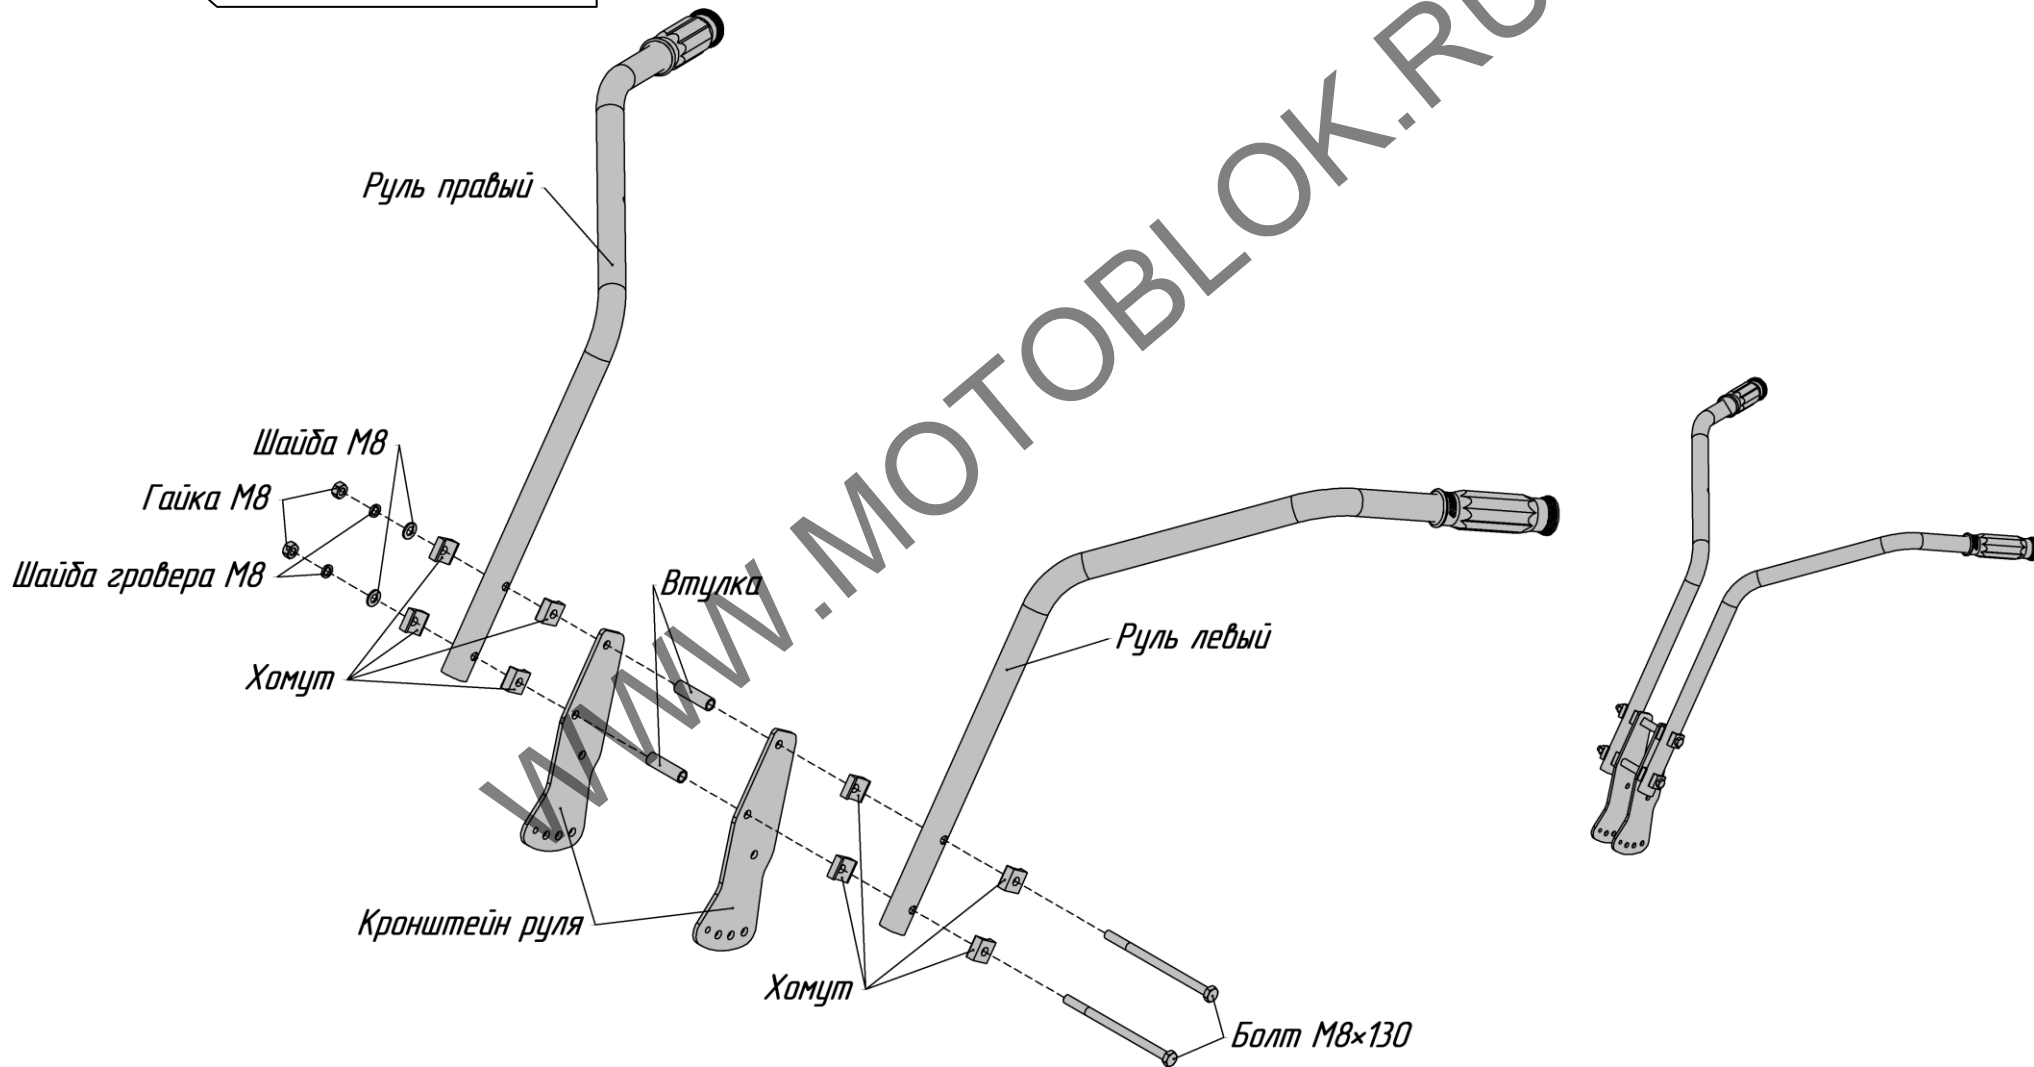

Рис.8 Сборка руля правого и руля левого
6. Собрать руль правый и руль левый с хомутами, втулками и кронштейнами согласно рис.8.